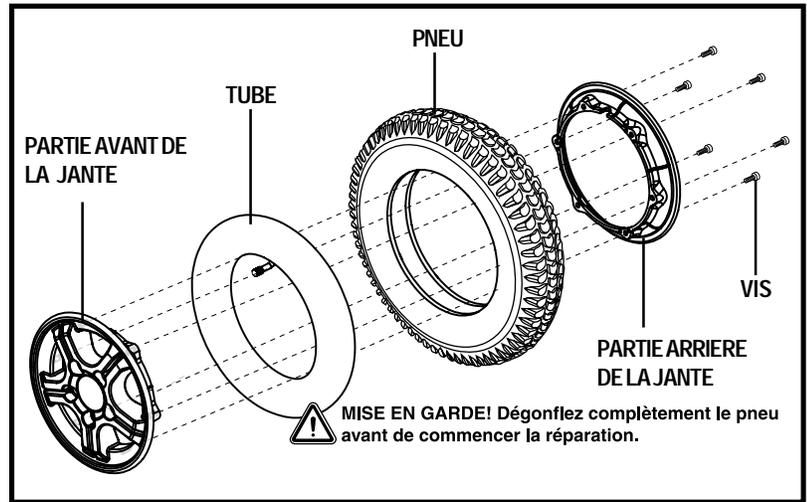

Figure 35. Roue motrice démontée
6. Retirez les vis qui retiennent les deux parties de la jante ensemble. Voir la figure 35.
10. Réinstallez les cinq (5) écrous de roue sur le moyeu et resserez.